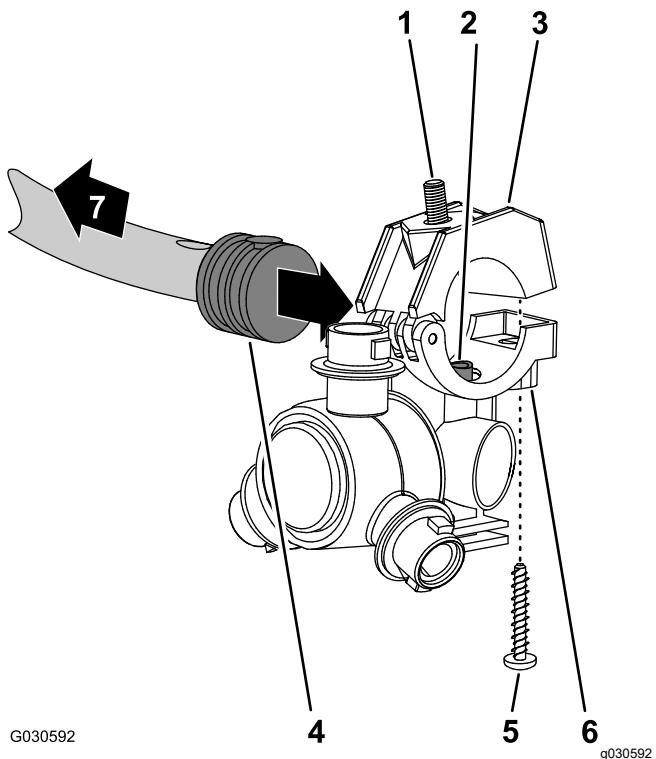
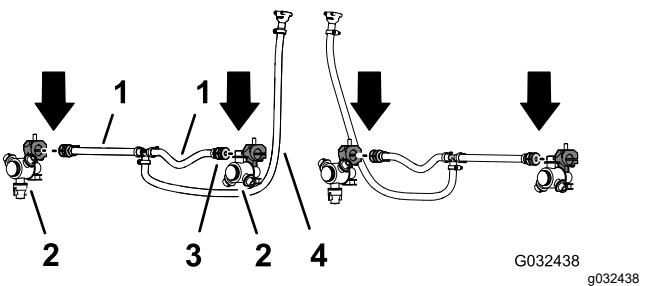

Рисунок 80
Рисунок 81
- Возьмите распылительные сопла, снятые при выполнении пункта 12 Демонтаж шлангов распылительных сопел в системе с тремя секциями \(страница 35\), и выверните винты из нержавеющей стали, которые крепят верхние половины зажимов к опорам (Рисунок 80).
2. Найдите отверстие в боковой части хвостовика одностороннего шлангового штуцера типа «елочка», установленного в конце шланга длиной 25 см, входящего в состав шлангового узла (клапан опрыскивателя 5 или 6), для средней секции стрелы (Рисунок 80 и Рисунок 81).
3. Совместите трубу для перекачивания в опоре распылительного сопла (Рисунок 80) с отверстием в боковой части хвостовика одностороннего шлангового штуцера типа «елочка» (1/2 дюйма).
4. Установите верхнюю половину зажима поверх хвостовика штуцера типа «елочка» и закрепите половину зажима и корпус распылительного сопла (Рисунок 80) с помощью винта из нержавеющей стали (№ 12 x 1 1/4 дюйма); затяните винт из нержавеющей стали с моментом от 226 до 282 Н·м.
5. Повторите пункты с 2 по 4 для хвостовиков односторонних штуцеров типа «елочка» других узлов шлангов (клапаны опрыскивателя 5 или 6) в средней секции стрелы (Рисунок 80 и Рисунок 81).